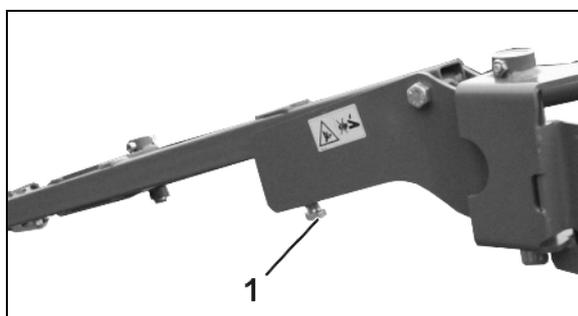

Fig. 111
- Pour augmenter la profondeur de travail du traceur, **dévissez** la vis (Fig. 111/1) et bloquez avec l'écrou.
- Pour diminuer la profondeur de travail du traceur, **vissez** la vis (Fig. 111/1) et bloquez avec l'écrou.